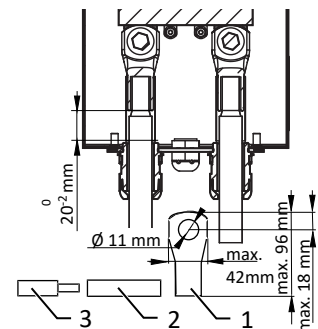

Abb. 28: DC-Leitung konfigurieren
Geräte mit DC-Schalter haben einen begrenzten Anschlussraum ([Siehe Kapitel 7.3 ▶ Seite 23]). Die maximale Kabelschuhlänge von 96 mm erstreckt sich in die Kabelverschraubung wodurch hierbei die Funktion und Verwendung sicher zu stellen ist [Siehe Abbildung 28 ▶ Seite 29].
- **WARNUNG! Kurzschlussgefahr durch fehlerhafte Dimensionierung des Kabelschuhs! Für die Auswahl die Abmessungen beachten.** [Siehe Abbildung 28 [▶ Seite 29]]